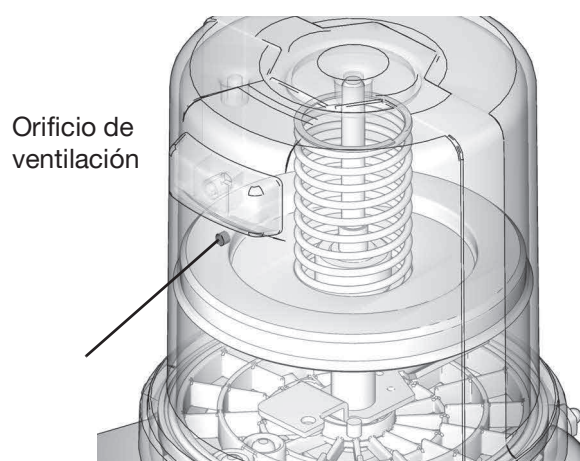

FIG. 9
3. Llene el depósito con grasa hasta que la junta del plato seguidor sobrepase el orificio de ventilación (FIG. 9) y se haya expulsado la mayor parte de aire del depósito.